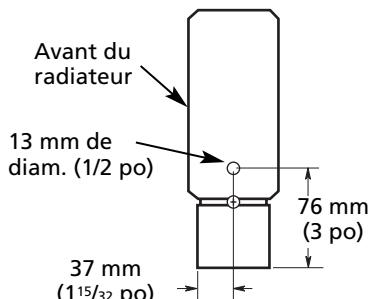

Figure 11 – Motif de perçage du capuchon d'extrémité
- Le raccordement des câbles d'alimentation peut être acheminé d'un radiateur à l'autre en perçant un trou de 13 mm (1/2 po) de diamètre dans les capuchons d'extrémité pour les radiateurs qui s'adaptent ensemble. Voir la Figure 11, page 5. Afin d'éviter la possibilité de dommages au câblage interne du radiateur, le perçage de tous les capuchons d'extrémité doit être effectué lorsqu'ils sont enlevés du radiateur.